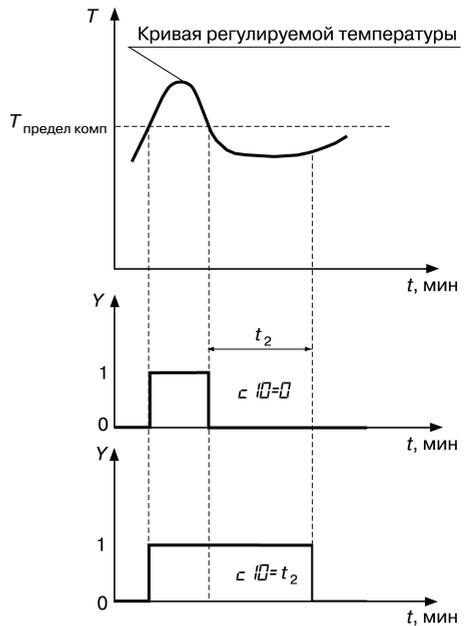

Рисунок 3.21 – Задержка отпущания компаратора: компаратор "отпустил"
- если больше, то по истечении времени t_2 происходит отпущение компаратора (рисунок 3.21).